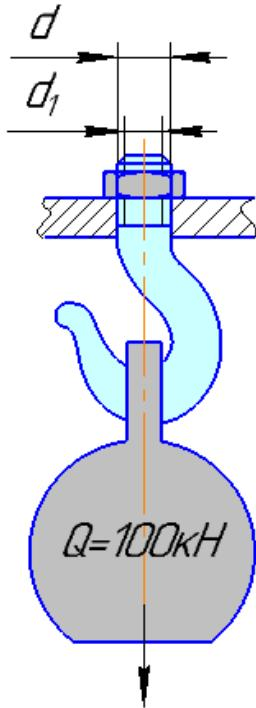

Рисунок 4 – Иллюстрация к кейс-задаче 4
4. **Определить оптимальный диаметр резьбовой части хвостовика грузового крюка** для силы $Q=100$ кН. Гайку заворачивают, но не затягивают (рисунок 4). **Материал крюка подобрать самостоятельно** (используя предоставленную справочную литературу) из сталей, прочностные характеристики которых выше стали 30. Предельно-допустимое напряжение при растяжении стали 30 $[\sigma_p] = 125$ МПа.